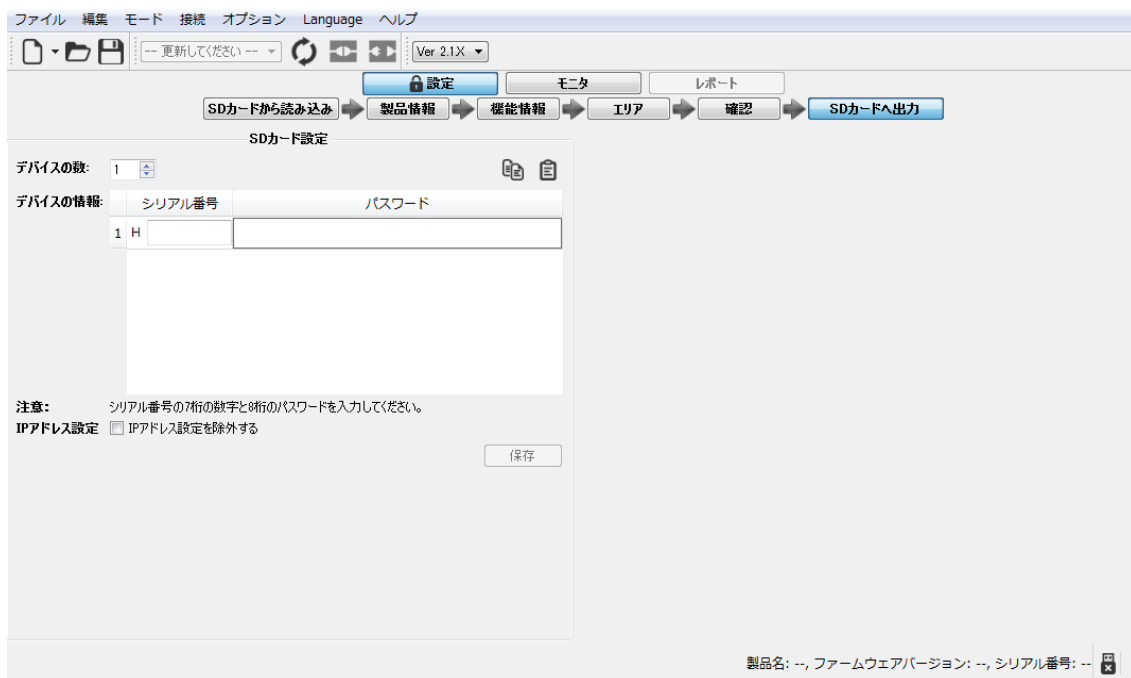

図7-60 SDカード設定画面
- 図 7-60 の SD カード設定画面で、プロジェクトを設定する SE2L の 7 桁のシリアル番号と 8 桁のパスワードを入力します。複数の SE2L に同じ設定を行う場合は、デバイスの数を設定し、シリアル番号とパスワードの組を、その数だけ入力してください。複数台分を書き込む場合には、「IP アドレス設定を除外する」にチェックを入れておくと、インターネット情報は設定されず、以前の情報が保持されます。